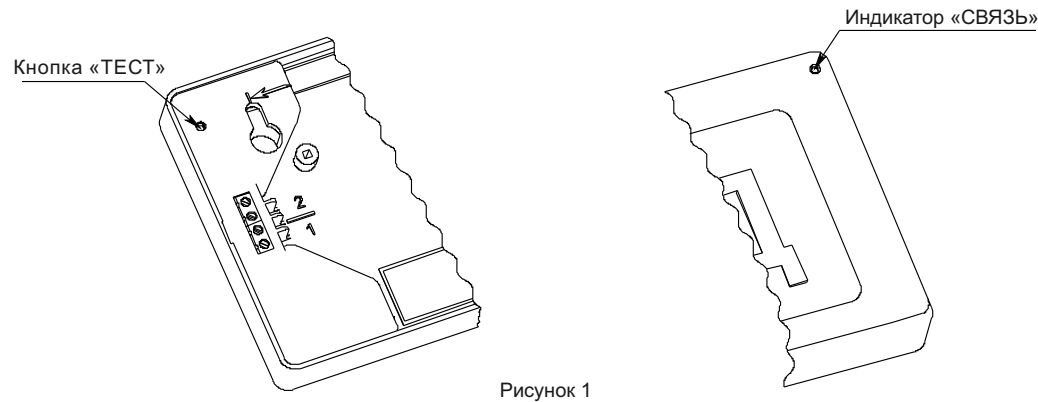

Рисунок 1
2.5 Для информации о состоянии оповещателя предусмотрен оптический индикатор «СВЯЗЬ» (Рисунок 1). Режимы индикации приведены в таблице 1.